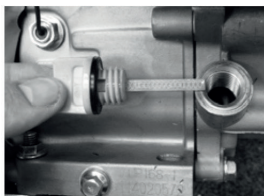

Рис. 17
2. Выкрутите пробку маслозаливной горловины (Рис. 17).